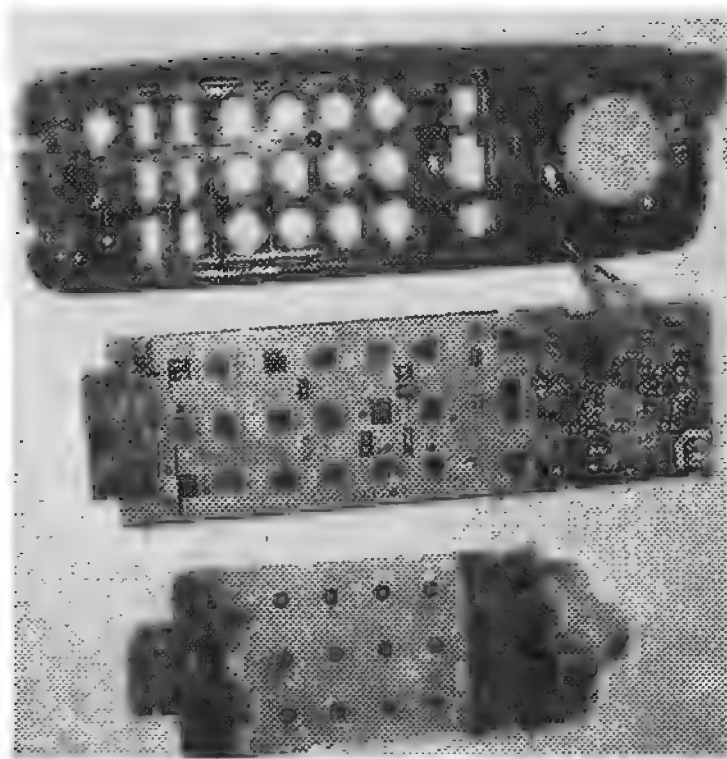

Рис. 4.19. Внешний вид разобранного корпуса трубки радиотелефона с видом на клавиатуру и ее части
Необходимо аккуратно вскрыть корпус трубки радиотелефона, открутив два винта под крышкой аккумуляторного отсека (аккумулятор перед этим снимают). Далее разъединяют корпус трубки радиотелефона на две части. При этом на одной из частей останется плоская клавиатура с прорезиненными площадками для нажатия клавиш. Внешний вид разобранного корпуса трубки радиотелефона представлен на рис. 4.19.
Клавиатура состоит из части пластмассового корпуса с отверстиями под клавиши (вверху рис. 2), печатной платы, на которую (при нажатии пальцами) воздействуют прорезиненные (проводящие электрический ток) площадки кнопок (в центре рис. 4.19), и прорезиненной клавиатуры с проводящими площадками (внизу рис. 4.19).
2. Той же стиральной резинкой очищают прорезиненные контакты самих клавиш, находящиеся на резиновой вставке с номерами кнопок клавиатуры (показана внизу рис. 4.19).